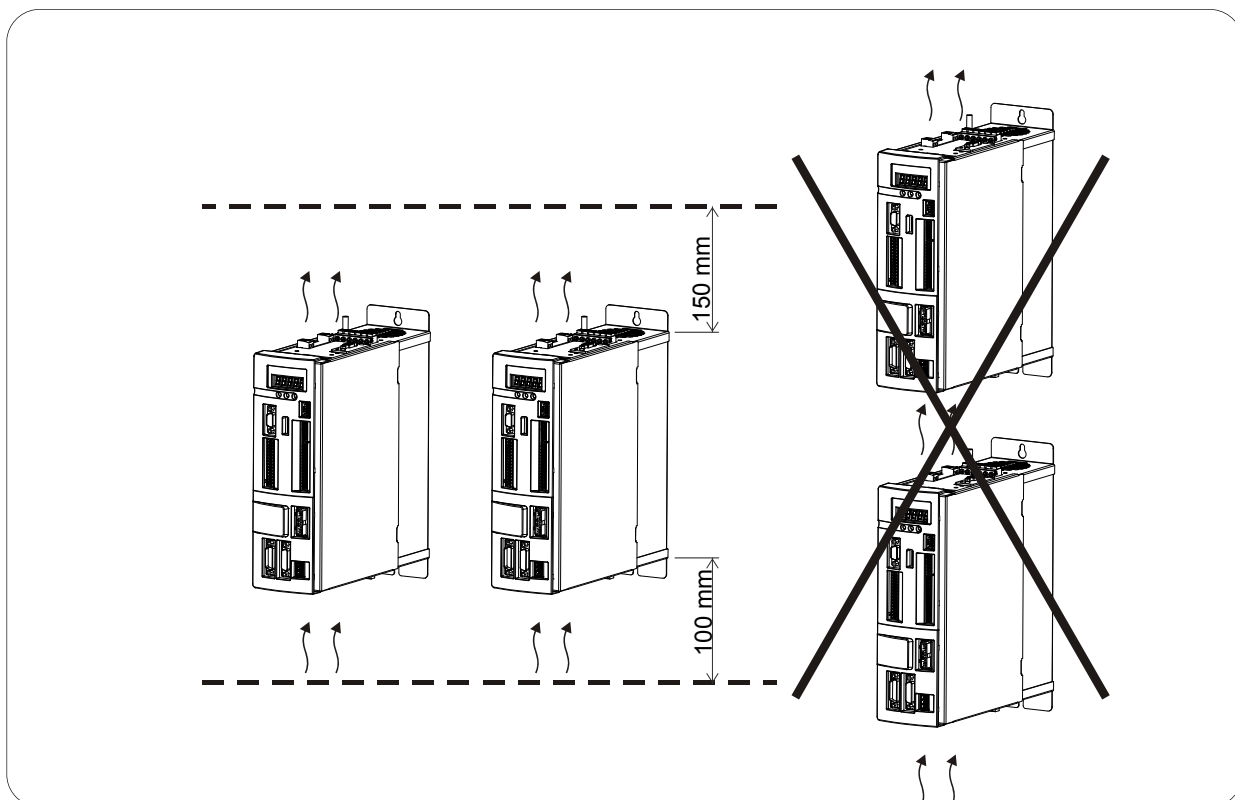

FIG. 5 (Installazione / Installation)
- 1) Posizionare l'azionamento **OPDE** mantenendo le misure minime di posizionamento (v. **FIG. 5**)
È **OBBLIGATORIO** INSTALLARE PIÙ AZIONAMENTI OPDE COME RIPORTATO IN FIG. 5 PER GARANTIRNE UNA BUONA VENTILAZIONE, SENZA CHE IL FLUSSO D'ARIA DI RAFFREDDAMENTO DI UN AZIONAMENTO INFLUISCA NEL L'ALTRO AZIONAMENTO.
- 1) Position the **OPDE** drive observing the minimum clearances around it (see **FIG. 5**);
IF SEVERAL OPDE DRIVES ARE TO BE INSTALLED, INSTALL THEM AS ILLUSTRATED IN FIG. 5 TO ENSURE PROPER VENTILATION AND PREVENT THE COOLING AIR FLOW FROM ONE DRIVE FROM INTERFERING WITH THE OTHER DRIVE.